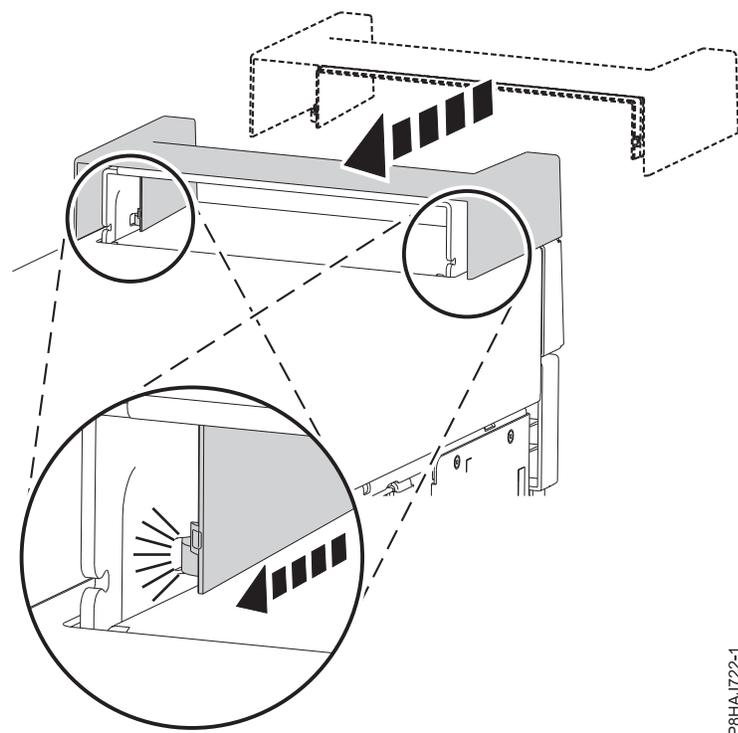

Figure 50. Mise en place de la poignée sur un système autonome 8286-41A
1. Fixez la poignée à la station d'accueil RDX interne (FC EUA3) en la faisant coulisser vers l'arrière du système. Voir figure 50.